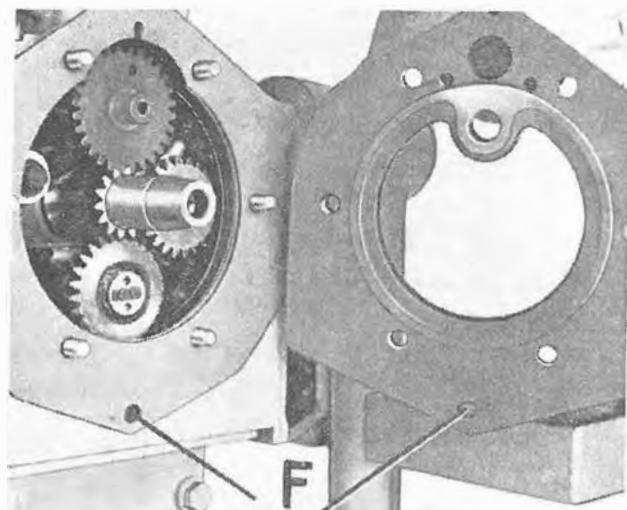

Fig. 44
- Le bâti pour équilibrateur possède un trou Ø 11 mm (F fig. 44) en face du carter (1), pour permettre l'écoulement de l'huile de graissage des engrenages. Le joint spécial entre bâti et carter est échancré en conséquence.
- Les vis de blocage de l'axe de contrepoids doivent être serrées et arrêtées par un point de soudure. L'axe (2) ayant un Ø nominal de 24,99 mm ne doit pas être usé de plus 0,03 à 0,05 mm. S'il est trop usé, remplacer l'axe et les roulements à aiguilles du contrepoids avec l'entretoise correspondante.
- La bague d'étanchéité de la cloche-couvercle (10) ne doit pas avoir des rayures ou brûlures et doit avoir une bonne élasticité.
- Les rondelles d'épaulement (9) ne doivent pas présenter d'usure ou déformation modifiant le jeu axial du contrepoids.